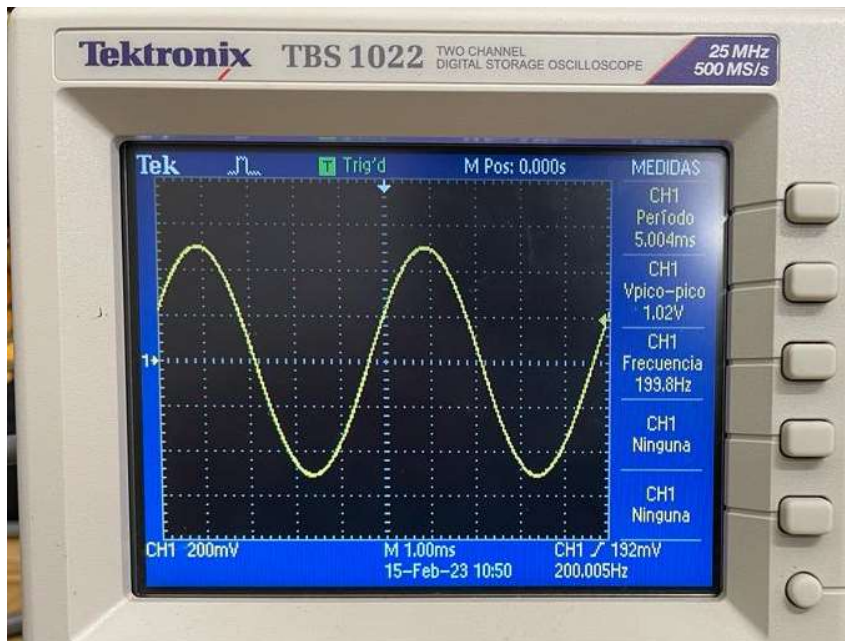

Figura 32 Osciloscopio (Fuente: Propia)
1. *Sine* es la función senoidal (Ver Figura 32).
2. *Square* es la función cuadrada (Ver Figura 32).
3. *Ramp* es la función rampa (Ver Figura 32).
4. *Pulse* es la función de pulso (Ver Figura 32).
5. *Arb* es la función arbitraria (Ver Figura 32).
6. *More* son señales no tan comunes pero que pueden llegar a ser necesitadas (Ver Figura 32).